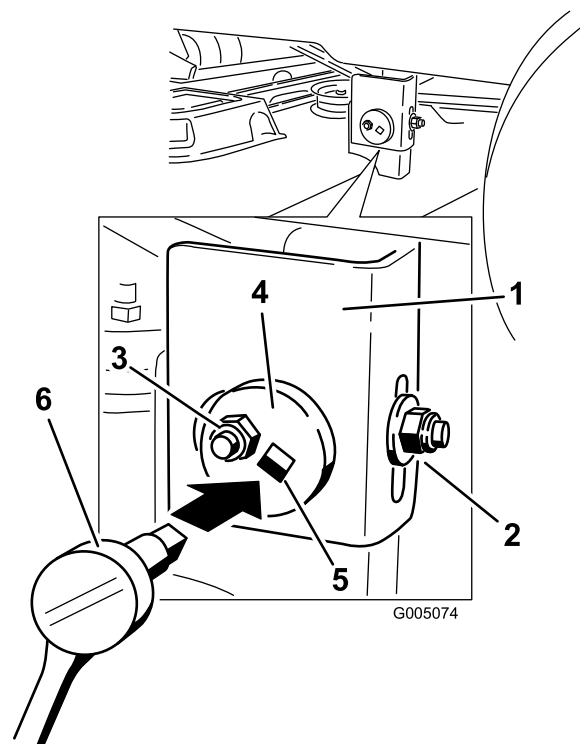

Figure 41
7. Du côté gauche de la machine, desserrez sans le retirer, l'écrou de blocage arrière sur le support (Figure 41).
8. Desserrez l'écrou de blocage latéral sur le support jusqu'à ce qu'il soit possible d'ajuster la plaque centrée (Figure 41). Utilisez une clé à douille munie d'une rallonge de 3/8 pouce (9,5 mm) pour manipuler la plaque centrée. Utilisez la clé pour repositionner le plateau de coupe à la hauteur voulue.
9. Arrêtez le plateau de coupe et vérifiez sa hauteur, puis serrez l'écrou de blocage latéral sur le support pour fixer cette nouvelle position (Figure 41).